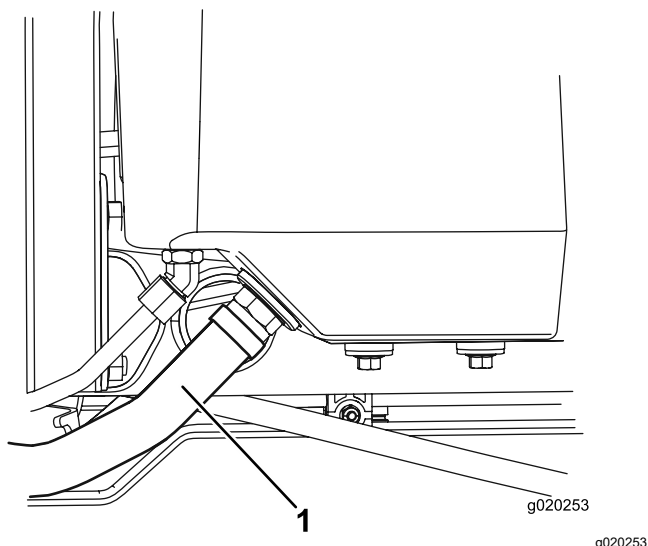

Рисунок 78
2. Отсоедините большой гидравлический шланг (Рисунок 78) от бака и дайте гидравлической жидкости стечь в сливной поддон.